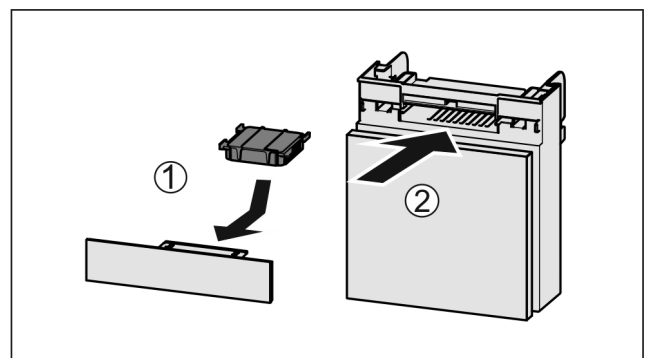

Fig. 55
- Aktivkohlefilter nach Abbildung einsetzen Fig. 55 (1).
- Fach einschieben Fig. 55 (2).